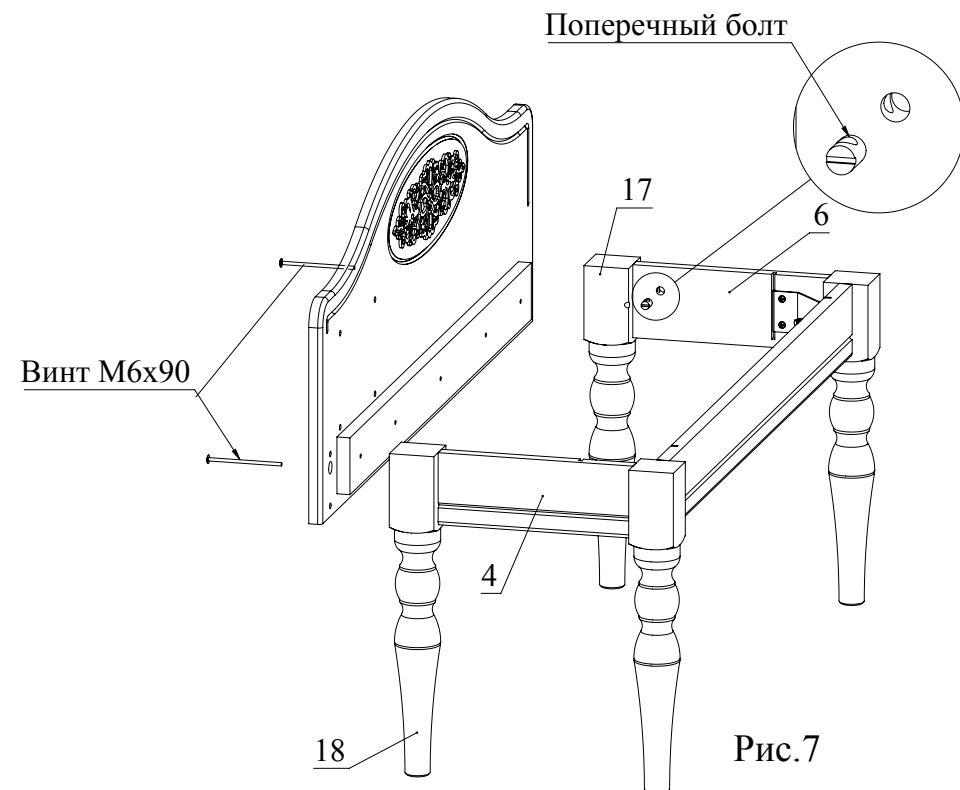

Рис.7
9. Соединить при помощи винта М6х90 деталь 1 с опорой точеной 18 и деталью 4 (Рис. 7). Соединить при помощи винта М6х90 деталь 1 с опорой точеной 17 и деталью 5 (Рис. 7).